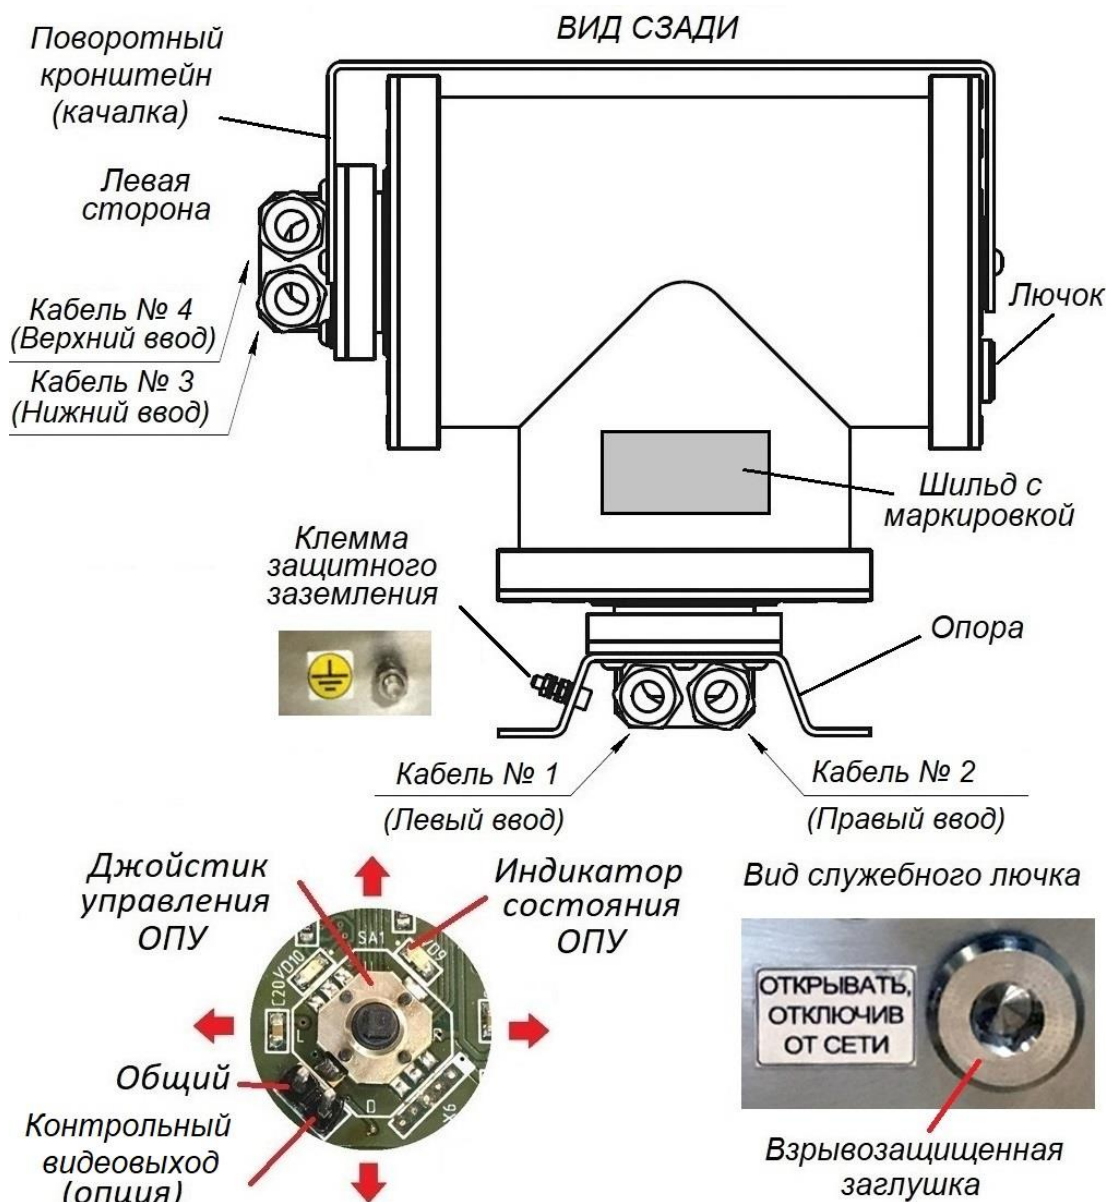

Рис. 5.3.1 Внешний вид PTR-407Ex и назначение элементов конструкции
5.3 Внешний вид ОПУ и назначение элементов конструкции приведены на рис. 5.3.1.